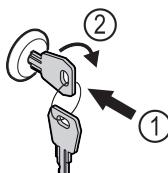

Fig. 159
- Вдавити ключ. Fig. 159 (1)
- Повернути ключ на 90° за годинниковою стрілкою. Fig. 159 (2)